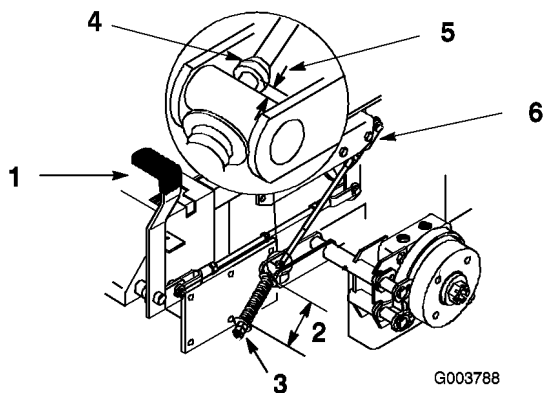

Figure 49
Les rondelles doivent être espacées de 70 mm (Figure 49).
3. Si un réglage est requis, desserrez l'écrou de blocage situé sous le ressort et serrez l'écrou directement au-dessous de la chape (Figure 49). Modifiez le serrage de l'écrou jusqu'à ce que le ressort ait la longueur voulue. Serrez les deux écrous ensemble et répétez la procédure de l'autre côté de la machine.
Elle doit être comprise entre 5 et 7 mm (Figure 49).
7. Si un réglage est requis, desserrez l'écrou de blocage situé juste au-dessous de la chape. Tournez la tige inférieure jusqu'à obtention de l'écart voulu (Figure 49). Serrez l'écrou de blocage à la chape.